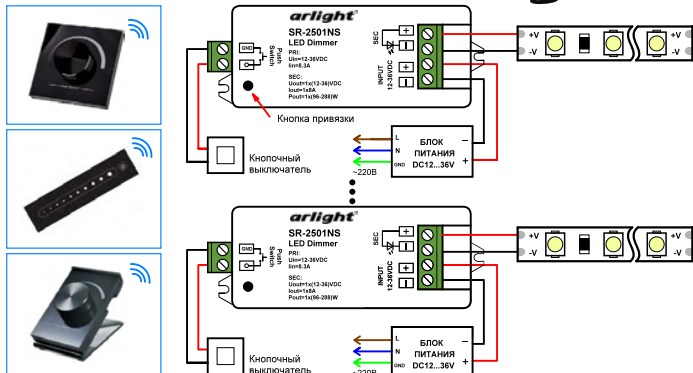

Рис.2. Схема подключения оборудования на примере диммеров SR-2501NS.
- 3.8. Подключите диммеры и светодиодную ленту (подробнее, см. инструкции к используемому оборудованию). Пример подключения диммеров приведен на Рис.2.